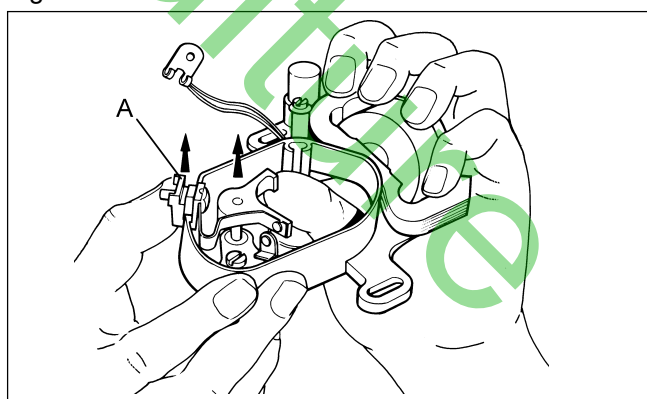

Fig. 8
- Retirer le rupteur et en même temps le bloc isolant de la boîte (Fig. 8).